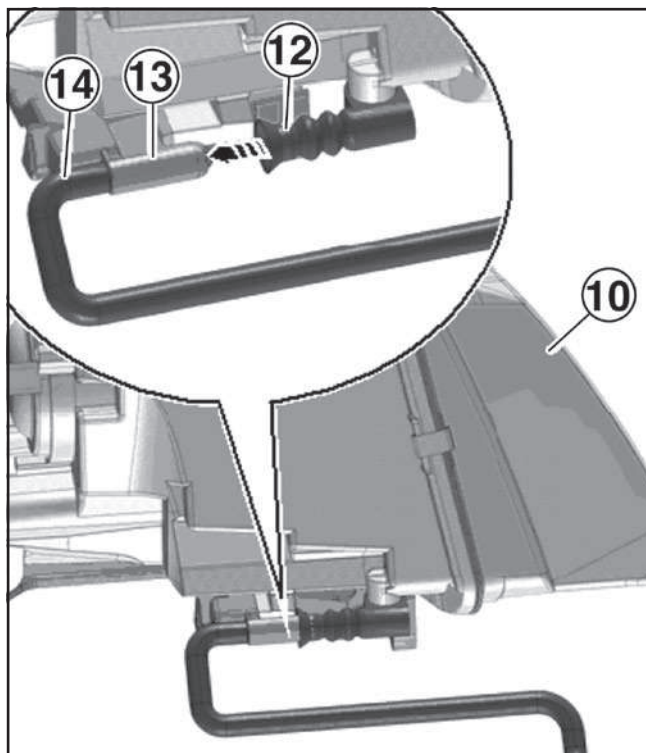

Fig. 4
- Hundiendo el proyector (10), procurar calar a presión correctamente el elemento de ventilación (12) del proyector sobre el extremo (13) del flexible de ventilación (14) (Fig. 4).